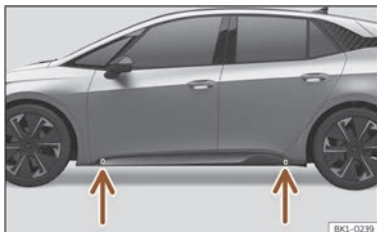

Fig. 196 Punti di appoggio per il cric.
- Individuare nel longherone il punto di appoggio del cric (zona avvallata) più vicino alla ruota da sostituire >>> fig. 196.